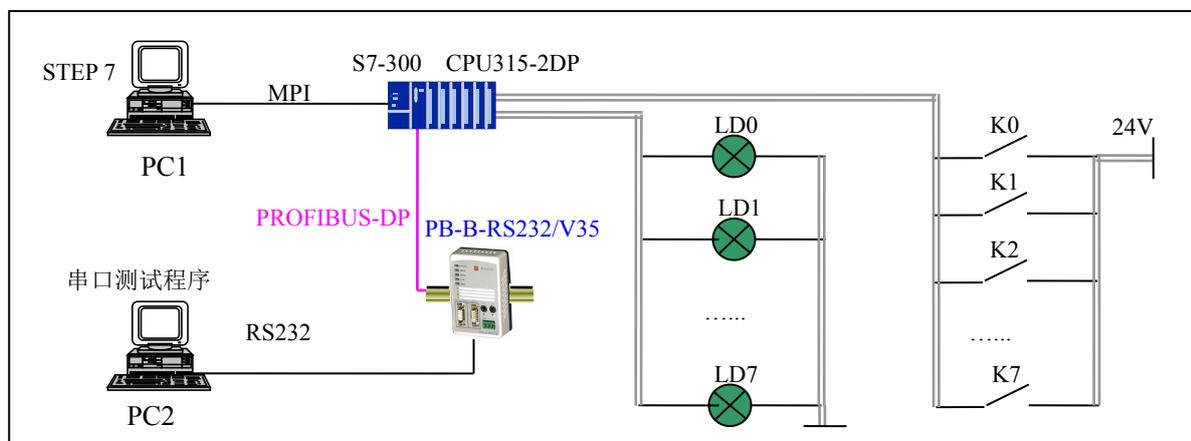

图 1 实例系统 A 结构图
- ① 使用实例系统 A, 如图 1, PB-B-RS232/485/V35 配置: 波特率: 9600、8 位偶校验 1 停止位、RS232/485 主设备;
- ② PLC 运行程序(见后), 使用按钮 K0 启动 PB-B-RS232/485/V35 接口发送, 等待 RS232 从设备回答;
- ③ RS232 从设备是 PC2, 运行一个“串口测试程序”。(接口为 RS485 的设备配置与 RS232 相同)